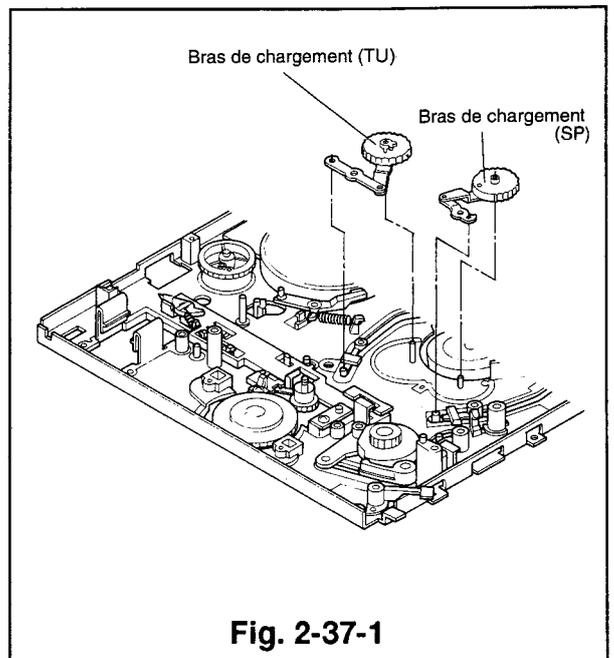

Fig. 2-37-1
- 5) Enlever les bras de chargement en les soulevant vers le haut, d'abord le bras SP, puis le bras TU. (Voir la Fig.2-37-1)
- 2) Placer le nouveau bras de chargement (TU) dans la position indiquée dans la Fig. 2-37-1, puis placer le bras de chargement (SP) dans la position indiquée dans la Fig. 2-37-1, en alignant les dents. (Voir la Fig. 2-37-3, zone ombrée.)